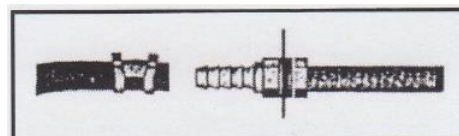

Рис. 4: Штуцер с заусерными
- f. Сдвиньте металлический хомут для шланга вперед, пока он не закроет заусернный участок полностью (рис. 4).